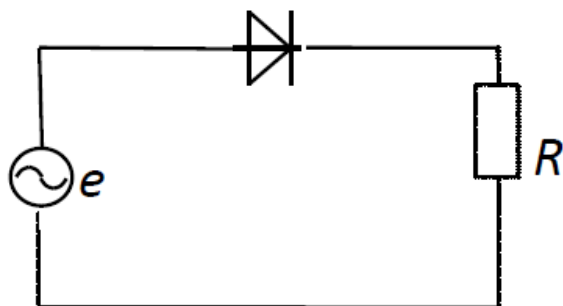

Рис.1
1. В схеме рис.1  $e = 16\sin(\omega t)$ ;  $R=0,014\text{ кОм}$ ;